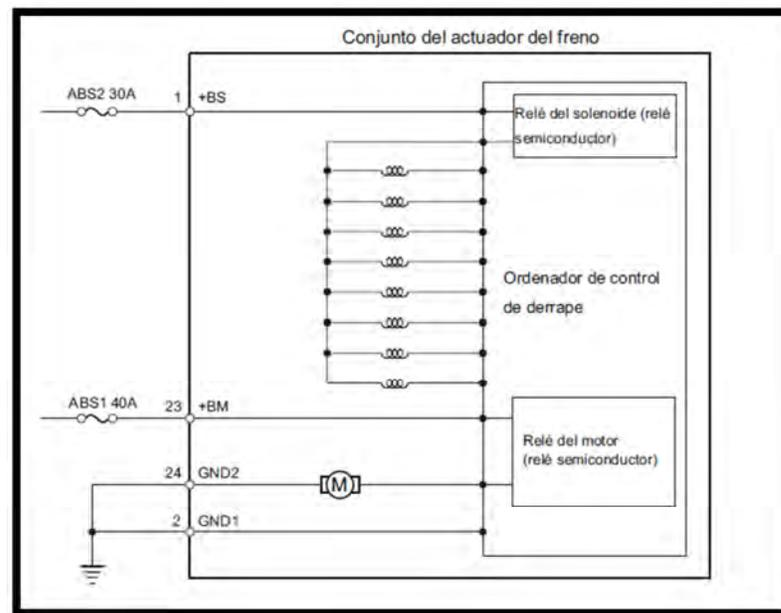

Figura 2.22 Diagrama circuito Motor - Bomba.
- Verificar la continuidad a masa entre GN1 y GN2 (figura 2.22)
- Verificar la tensión de alimentación entre el terminal 1 (+BS) y tierra (figura 2.22). Esta medición debe ser de 10 – 14V.